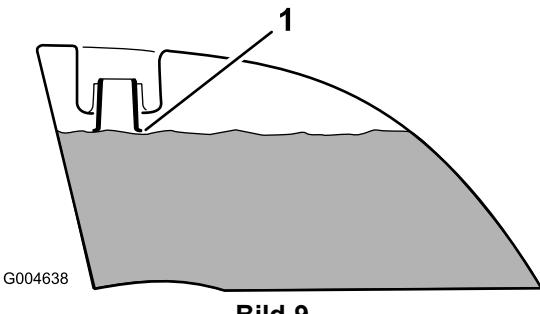

Bild 9
4. Füllen Sie beide Kraftstofftanks auf, bis der Stand an der Unterkante des Einfüllstutzens liegt (Bild 9). **Überfüllen Sie die Kraftstofftanks nicht.**